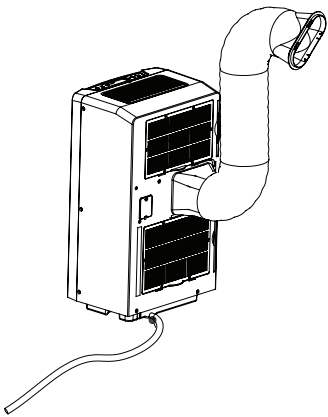

Fig. 7
- 4. Comme indiqué sur la Fig. 7, connectez le tuyau d'évacuation à l'appareil.